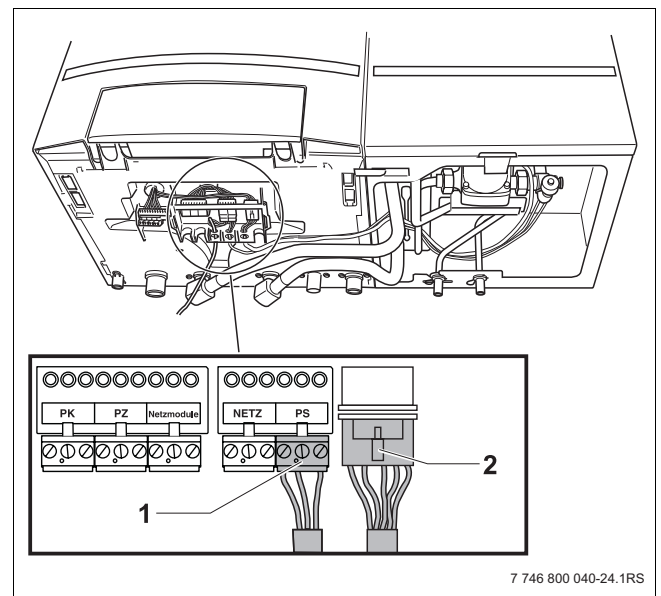

Fig. 34 Boiler aansluiten
- Grijs stekker (fig. 34, **pos. 1**), voedingskabel voor de boileroplaadpomp.
- Witte 10-polige stekker (fig. 34, **pos. 2**), voor de uitstroom-, bewaar- en flowsensor.